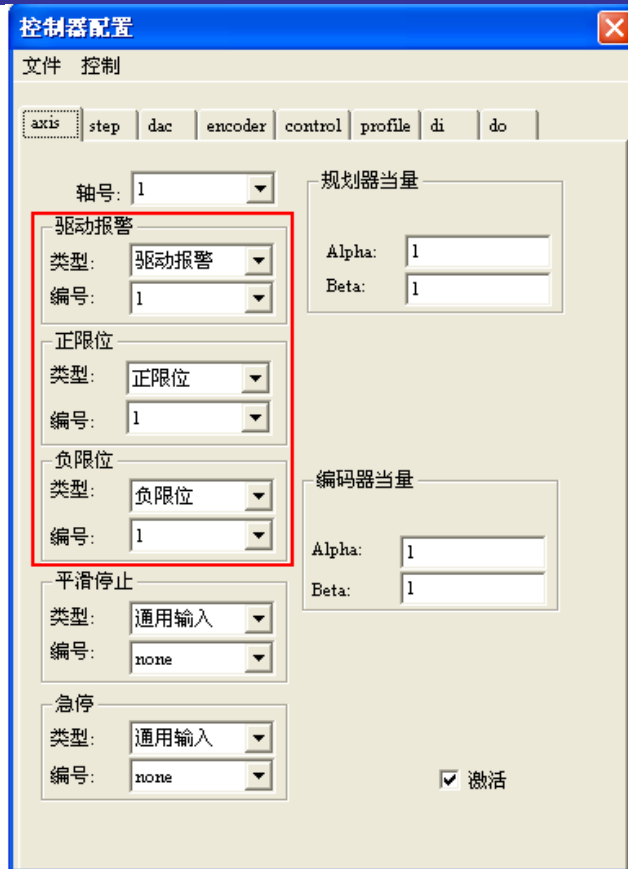

图 4-5 控制器配置模块对话框
- 1) 以第 1 轴为例，操作如下：点击 MCT2008 主界面菜单“工具”-->“控制器配置”，将会弹出控制器配置模块对话框。如图 4-5 所示。
- 2) 图 4-5 中显示，“axis”配置状态为轴 1 的驱动报警绑定在 1 号驱动报警信号上，正限位绑定在 1 号正限位信号上，负限位绑定在 1 号负限位信号上。此时，由于未接传感器，而控制器默认状态下以上信号都是触发的。因此，应将以上信号去使能，即各编号设置为“none”，操作如图 4-6 所示：